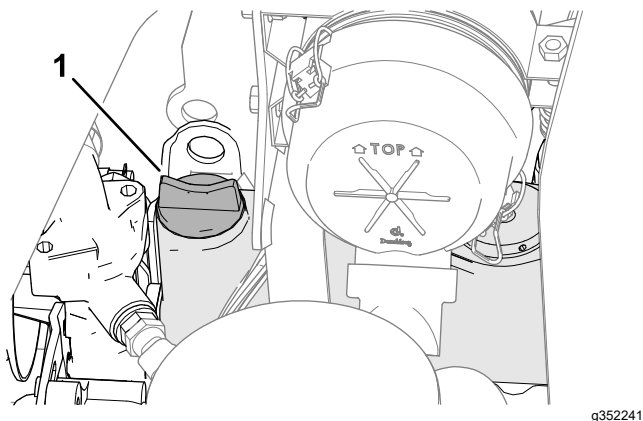

Figura 73
5. Si el nivel de aceite es bajo, retire el tapón de llenado (Figura 73) y añada poco a poco pequeñas cantidades de aceite, comprobando el nivel frecuentemente, hasta que el nivel llegue a la marca de lleno de la varilla.